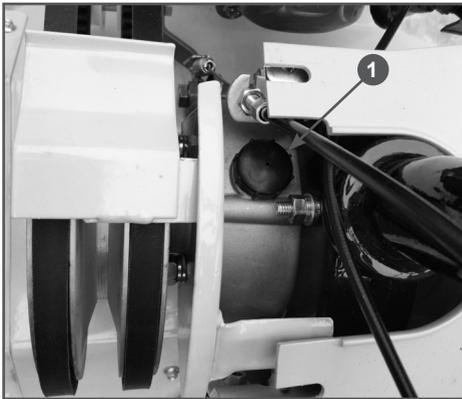
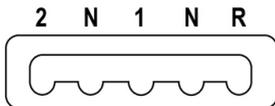

Рис. 11 Пробка маслозаливного отверстия коробки передач
Рис. 15 Положения рычага переключения передач
3. Переведите рычаг переключения передач в положение «R» (Задний ход) (Рис. 15) и открутите пробку 1 маслозаливного отверстия. Пробка находится в верхней части корпуса коробки передач слева от стойки рукояток управления (Рис. 11).
Мотокультиватор ВС8813 имеет три скорости движения: две вперед, одна назад. Положения рычага переключения передач мотокультиватора показаны на Рис.15.